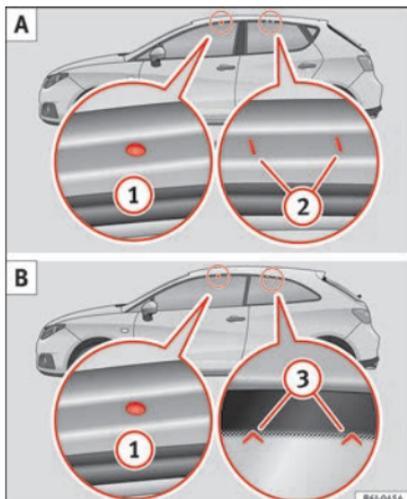

Fig. 162 Ibiza/Ibiza SC: punti di fissaggio delle barre longitudinali per il portapacchi da tetto.
I punti di fissaggio anteriori e posteriori ① e ② sono visibili soltanto se le porte sono aperte » **fig. 162 A.**
I punti di fissaggio anteriori ① sono visibili solo con le porte aperte; i punti di fissaggio posteriori ③ sono contrassegnati sul bordo superiore del vetro laterale con delle frecce » **fig. 162 B.**